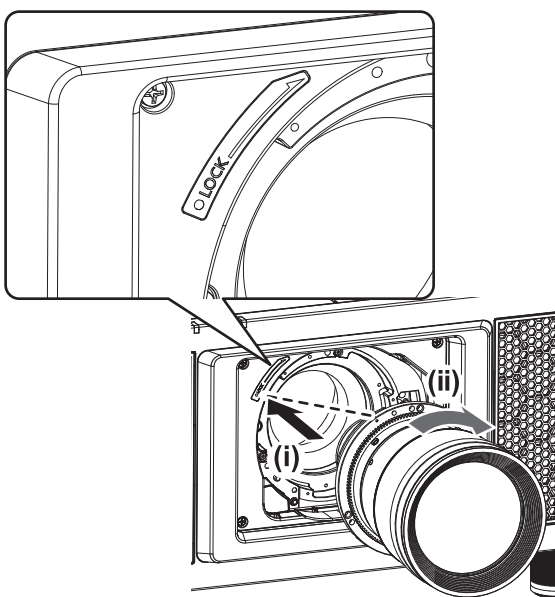

Abb. 1
- 1) **Setzen Sie das Projektionsobjektiv ein, indem Sie die Markierung am Projektionsobjektiv (orange) an der Markierung am Projektorgehäuse (○ links neben LOCK) ausrichten und das Projektionsobjektiv im Uhrzeigersinn drehen, bis es einrastet. (Abb. 1)**